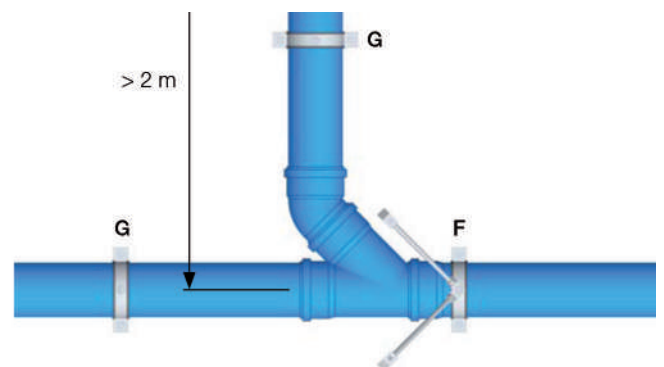

Ilustración 13 – Uso del sistema de sujeción adicional para cambios de dirección.
- ✓ Un soporte adicional en cada conexión cuando la longitud del ramal supere los 2 m (ilustración 13).